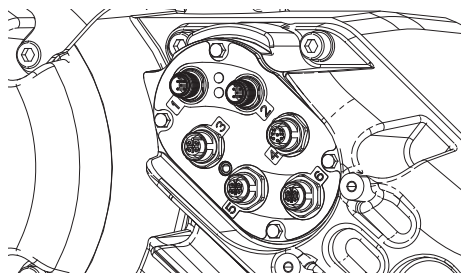

FIG. 40
- c. Allentare il fermacavo (CG).
- d. Rimuovere i fili dall'alloggiamento dell'unità di azionamento tirandoli attraverso il fermacavo (CG).
- e. Scollegare i cavi collegati alle porte 1-6 sul lato dell'unità di azionamento (AB), mostrato in FIG. 40.